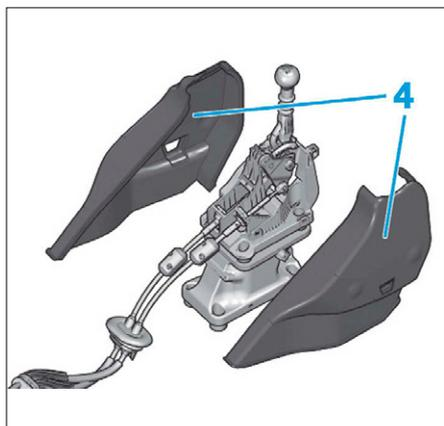

FIG. 13
- Dégrafer les garnitures latérales (4) puis les retirer (Fig.13).